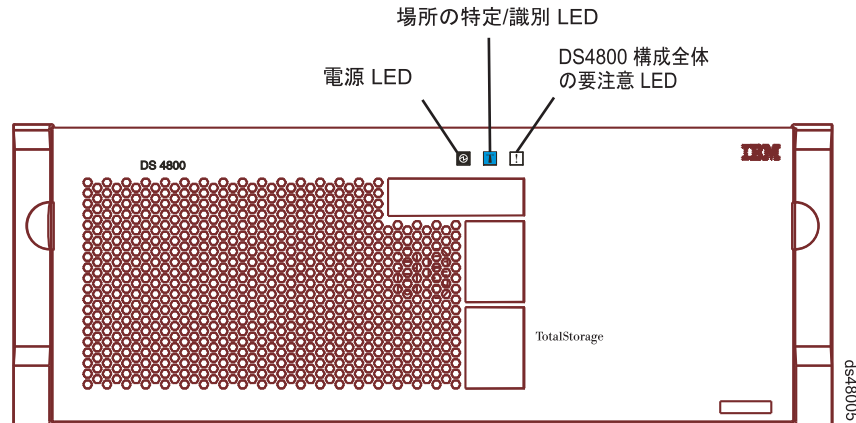

図 92. DS4800 の前面ベゼルにある DS4800 構成全体の要注意 LED
2. ストレージ・サブシステムの前面ベゼルにあるDS4800 構成全体の要注意 LED を調べて、障害のある電源機構およびファン・ユニットが含まれているストレージ・サブシステムを突き止めます。(図 92 に、前面ベゼルにある DS4800 構成全体の要注意 LED の位置を示します。)